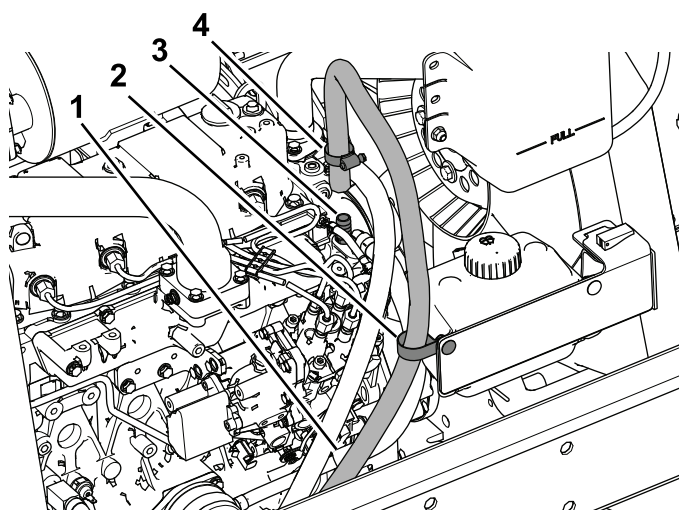

Figura 38
6. Deslize a braçadeira de tubos sobre o tubo de retorno e, em seguida, insira o tubo sobre a união (3/8 NPT x 0,625 entalhe) como se mostra na Figura 38.